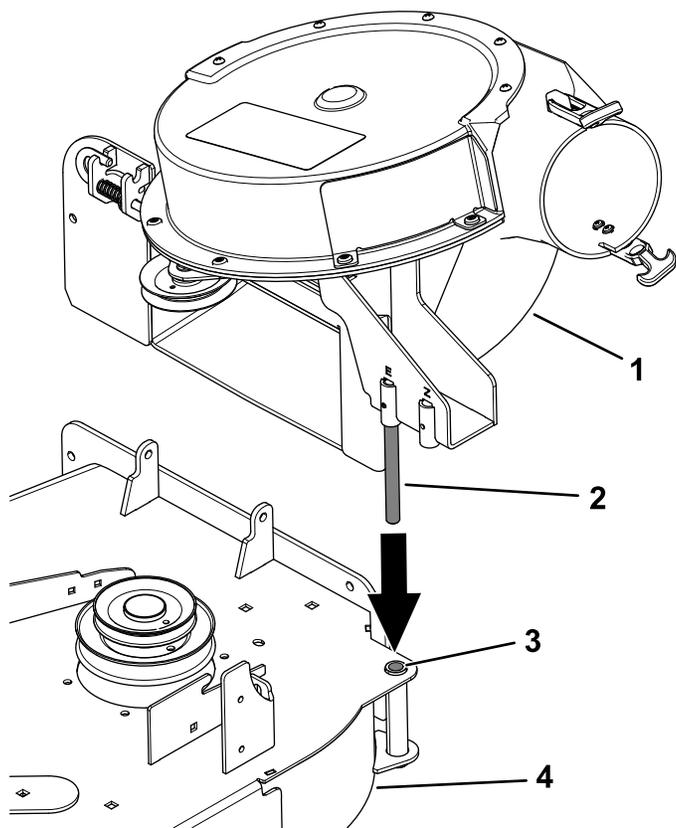

Figure 41
- Placez l'axe de pivot sur le ventilateur en face du trou correspondant dans le plateau de coupe (Figure 41).
3. Abaissez le ventilateur et enfoncez l'axe de pivot dans le trou de pivot (Figure 41).